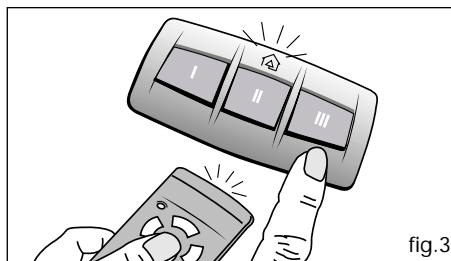

fig.3
- 3) Houd de toets ingedrukt, activeer (druk op) de afstandsbediening en houd ingedrukt (fig.3).
- 3) Bliv ved med at trykke på knappen, aktiver (tryk på) fjernbetjeningen, og hold knappen nede (fig. 3).